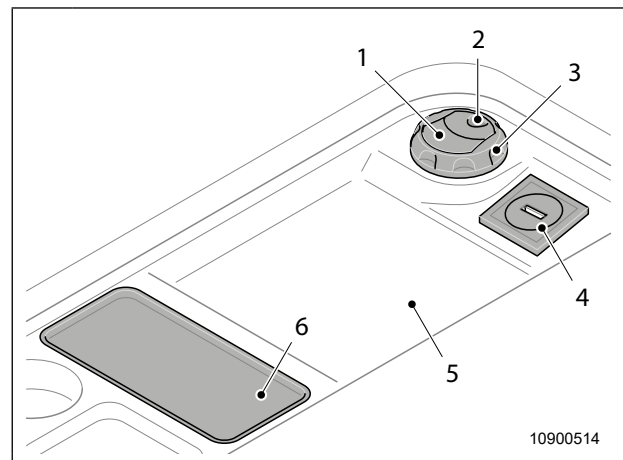

Bild 42 Varmluftsventil
- ☞ Varmluftsventilen (Bild 42, pos. 3) öppnas genom att profilhandtaget (Bild 42, pos. 2) trycks nedåt. Varmluftsflödet regleras genom att lamellerna (Bild 42, pos. 1) fälls upp.
- Beroende på utrustning är det uppfällbara taket utrustat med LED-belysning samt ett USB-uttag (Bild 42, pos. 4) vid förvaringsytorna (Bild 42, pos. 5).
- Beroende på utrustning är det uppfällbara taket utrustat med en laddningsvagg (Bild 42, pos. 6) för induktiv laddning av smarttelefoner.